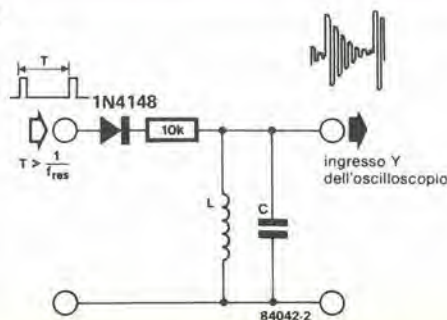

Figura 2. La frequenza di risonanza di un circuito LC può essere definita con l'aiuto di questo piccolo circuito.
— Per definire la frequenza di risonanza in un circuito LC (vedi Figura 2). L'uscita di sincronismo del generatore fornisce il segnale di trigger esterno per l'oscilloscopio. La foto di Figura 3 mostra la traccia che verrà visualizzata sullo schermo. Dato il periodo (T) dell'oscillazione, la frequenza di risonanza viene facilmente ricavata dalla formula $f_{res} = 1/T$.
Figura 3. Ecco la traccia che appare sull'oscilloscopio se al generatore è collegato il circuito di Figura 2. La traccia superiore è il segnale di ingresso, la traccia inferiore è l'oscillazione di uscita del circuito LC.